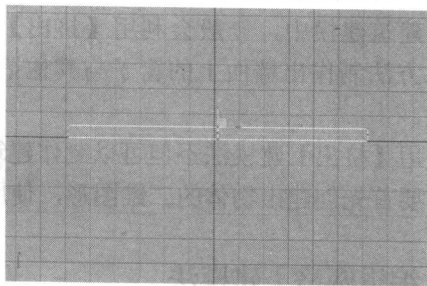

图 1-2-3 取消对下面节点的选择
(3) 切换为左视图，按住键盘中的 Alt 键，框选下面的两排节点，将其取消选择，只剩下最上面的两个节点，如图 1-2-3 所示。